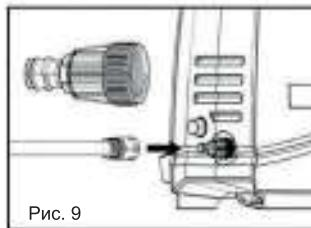

Рис. 9
8. Подсоедините всасывающий шланг к входному штуцеру мойки 9 (рис. 1,2). Установите на штуцер мойки для всасывающего шланга быстросъемный коннектор со встроенным фильтром очистки воды. На всасывающий шланг, с внутренним диаметром 3/4" (19мм), установите быстросъемный переходник на шланг 3/4" и подсоедините всасывающий шланг к мойке с помощью установленного быстросъемного коннектора (рис. 9).